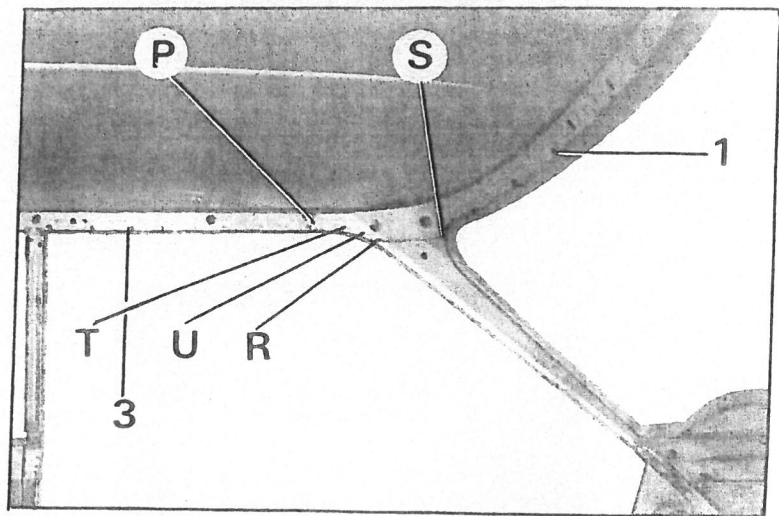

Fig. 7
- Présenter le renfort d'encadrement de pare-brise (1) fig. 7
- P et symétriquement en O (voir fig.7)
- Présenter les supports de joint d'étanchéité D et G (3) fig 7)